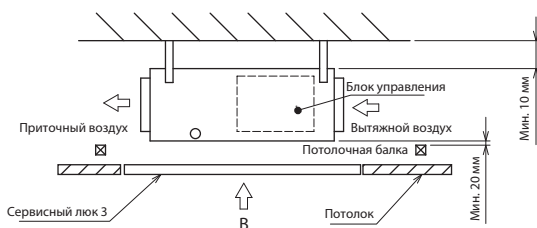

Рис. 3
- 2) Если под внутренним блоком, между блоком и потолком, свободное пространство менее 300 мм (но не менее 20 мм, как показано на Рис. 3)